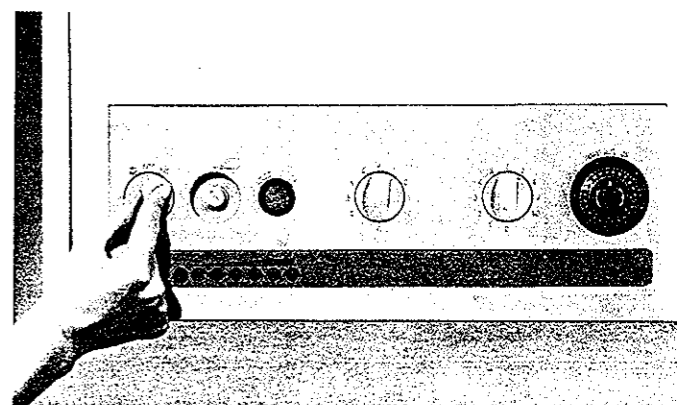

Fig. 10
Aprire il rubinetto del gas, girare la manopola dell'interruttore generale verso il simbolo inverno (vedi fig.10); il sistema di accensione automatico accenderà il bruciatore. Potrebbe essere necessario ripetere più volte l'operazione per eliminare l'aria nella tubazione, quindi spegnere la caldaia girando la manopola dell'interruttore nella posizione off.
N.B.: Tutte le regolazioni di pressione sul modulatore RAD 4 devono essere effettuate senza la bobina (3) (vedi fig. 10). Togliere la clips (1) e la molla (2), sfilare la bobina (3) posta sopra la valvola gas, avvitarla fino a serrarla senza romperla, svitare con una chiave da 17 il controdado (6) che tiene fermo il nucleo della bobina.